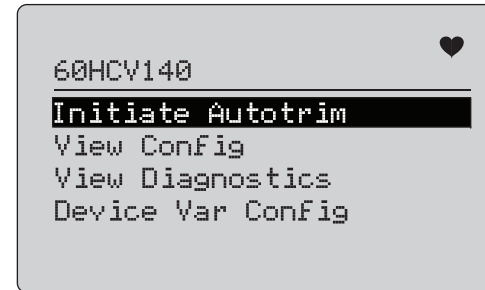

Figura 58. Menú HART Comm. (Comunicaciones HART)
2. Vaya a **Modify Setup** (Modificar configuración) > **HART Comms** (Comunicaciones HART). Consulte la figura 58 para conocer las opciones de las variables.